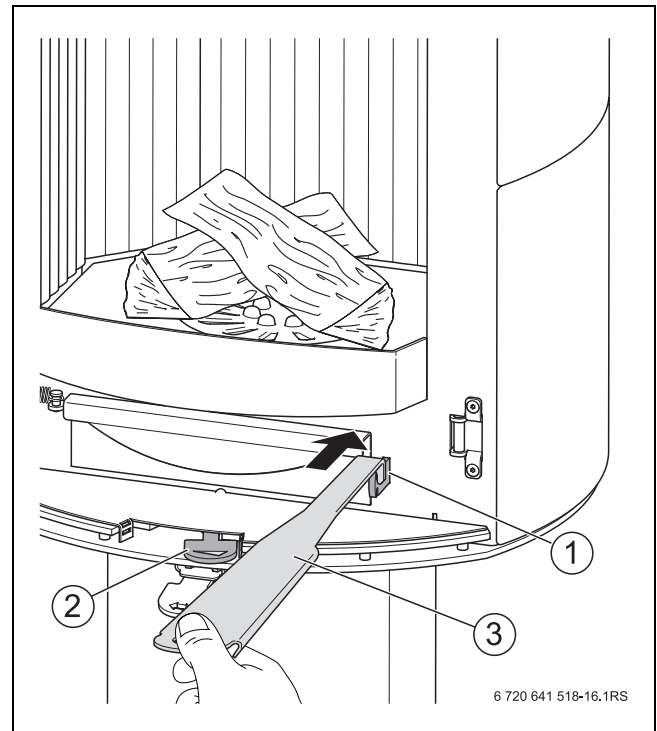

Рис. 30 Заслонка воздуха для горения и заслонка решётки
- ▶ Для выдвигания заслонки решётки используйте «холодную ручку» (→ рис. 30, [3], стр. 22).